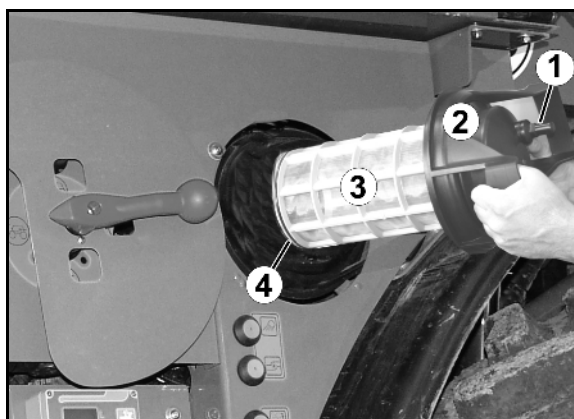

Рис. 126
Ежедневно очищайте всасывающий фильтр (Рис. 126) после очистки полевого опрыскивателя.
1. Освободите крышку всасывающего фильтра (Рис. 126/2).
2. Снимите крышку и фильтр (Рис. 126/3) и очистите их водой.